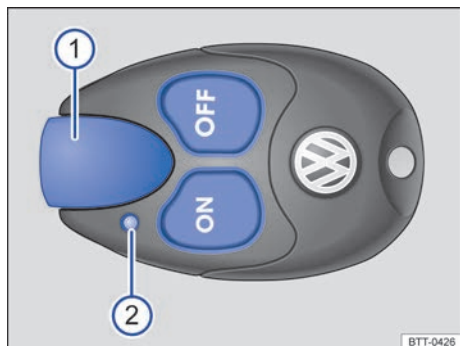

Fig. 108 Calefacción independiente: mando a distancia por radiofrecuencia.
- **Conectar:** pulse la tecla **ON** → fig. 108 o **☺**. La calefacción independiente está conectada cuando el testigo de control se enciende aprox. 2 segundos en verde.
Cuando se pulsan las teclas, el testigo de control → fig. 108 ⓘ proporciona al usuario diversa información.
Para obtener el alcance máximo, mantenga el mando a distancia en vertical con la antena → fig. 108 ⓘ hacia arriba y sin cubrir.